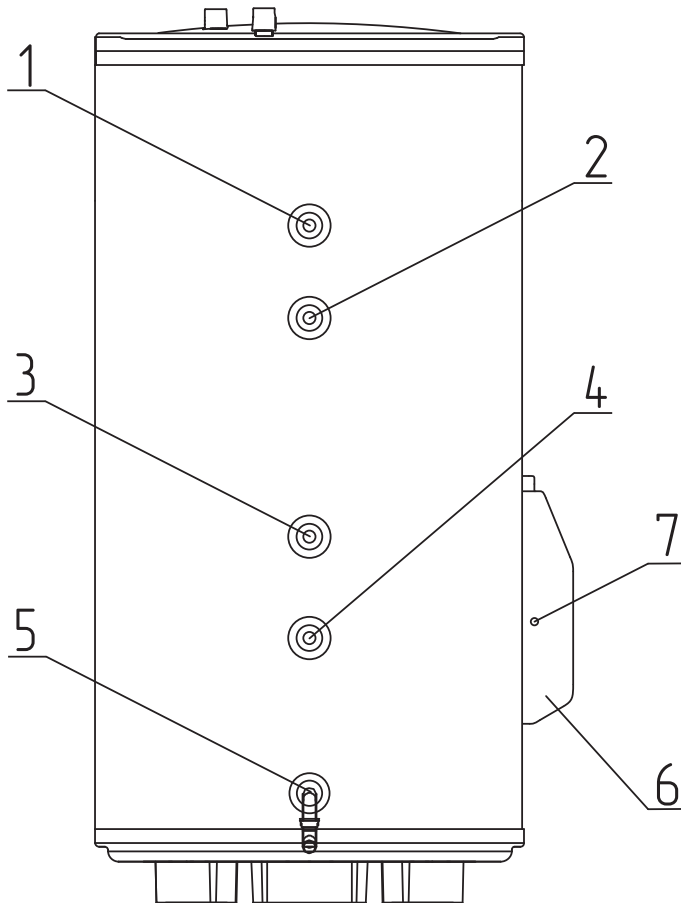
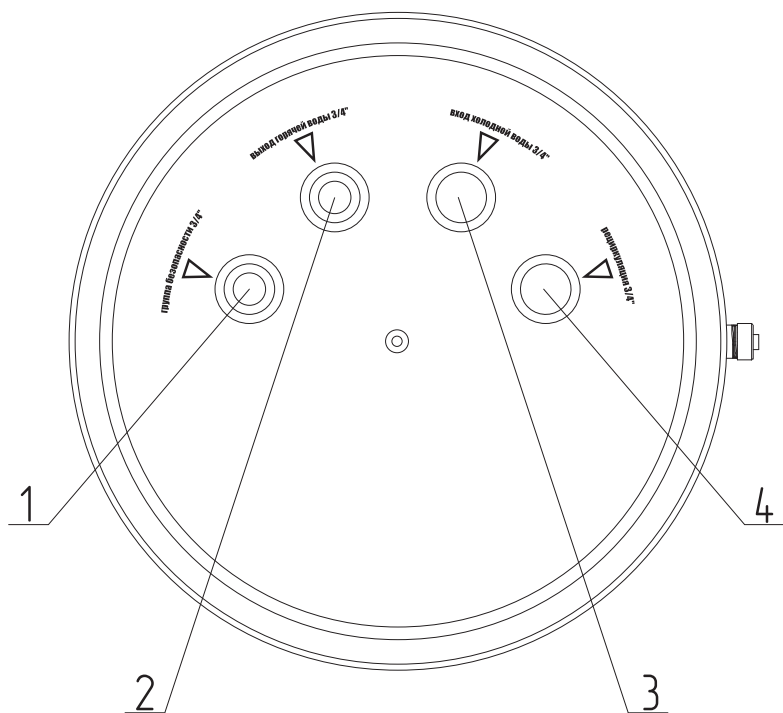
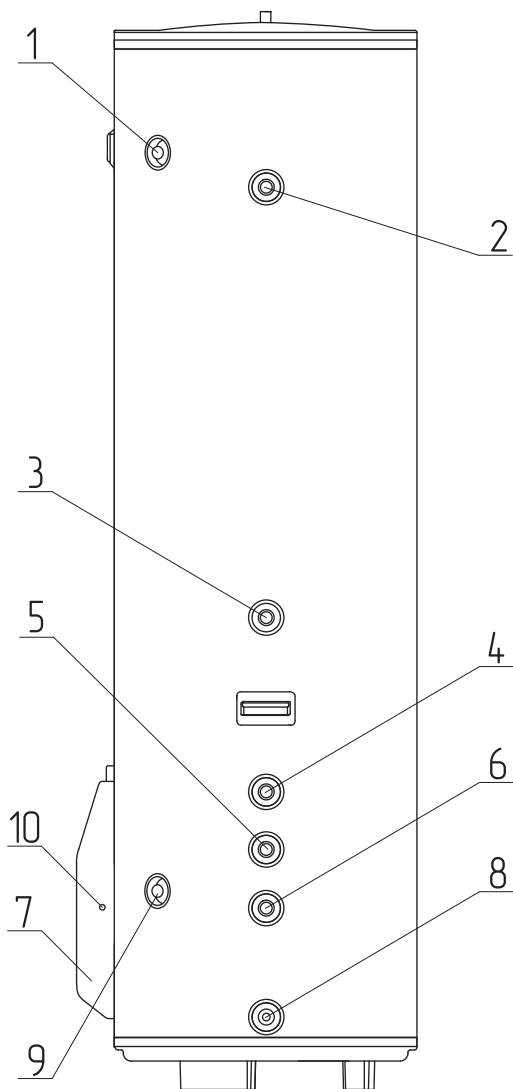
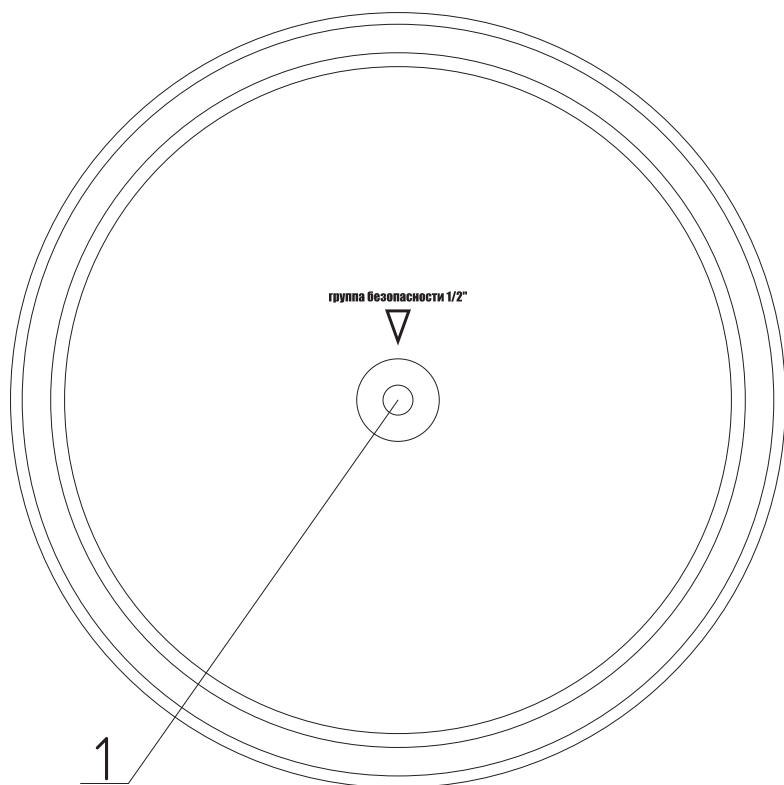

Рис. 1 Устройство водонагревателя ZOTA TUNA 150-200
Рис. 2 Устройство водонагревателя ZOTA TUNA 150-200 (вид сверху)
Рис. 3 Устройство водонагревателя ZOTA TUNA 300
Рис. 4 Устройство водонагревателя ZOTA TUNA 300 (вид сверху)
- Группу безопасности, с настройкой предохранительного клапана 6 бар, необходимо устанавливать на верхней крышке водонагревателя в резьбовой патрубке, специально предназначенный для этого (**Рис. 2, поз. 1; Рис. 4, поз. 1**). На отверстие предохранительного клапана, предназначенное для сброса давления и слива воды, должна быть установлена сливная трубка, выведенная в дренаж, для удаления воды.
4. На входной патрубке (**Рис. 2, поз. 3, Рис. 3, поз. 9**) накрутите предохранительный клапан так, чтобы течение воды совпадало с направлением стрелки на корпусе клапана. Во время работы водонагревателя вода может просачиваться из выпускной трубы предохранительного клапана для сброса излишнего давления, что происходит в целях безопасности водонагревателя. Эта выпускная труба должна оставаться открытой для атмосферы и должна быть установлена постоянно вниз и в незамерзающей окружающей среде.
6. К выходному патрубку водонагревателя (**Рис. 2, поз. 2, Рис. 3, поз. 1**) подключите магистраль горячего водоснабжения, идущую к потребителям.
7. Установите группу безопасности на предназначенный для этого патрубок, находящийся в верхней части водонагревателя (**Рис. 2, поз. 1, Рис. 4, поз. 1**).
Для непосредственного слива воды из внутреннего бака на водонагревателе предусмотрен сливной патрубок (**Рис. 1, поз. 5, Рис. 3, поз. 8**).